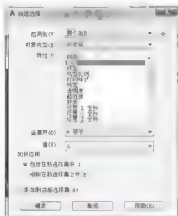

图 1.31 设置【快速选择】对话框
- (1) 双击鼠标滚轮执行【范围缩放】命令，将所有的图形显示在屏幕上。
- (2) 选择菜单栏中的【工具】|【快速选择】命令，打开【快速选择】对话框。
- (3) 如图 1.31 所示，在【特性】列表框中选中【图层】选项，指定将要按照图层选择对象。